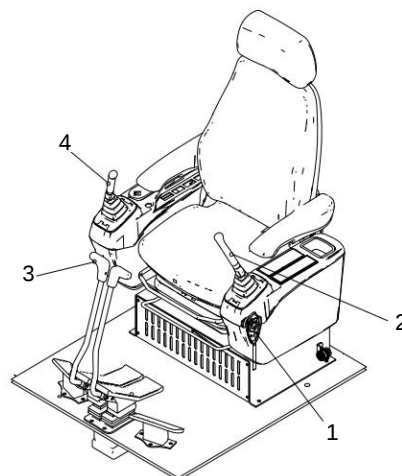
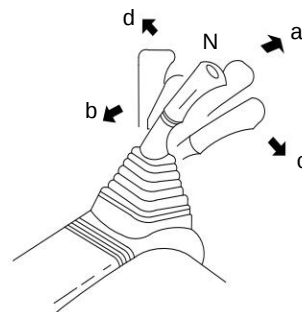

Figura 3-72
Figura 3-74
Alavanca do dispositivo de acionamento lateral esquerdo (2) Conforme Figura 3-72 e Figura 3-74, utilizada para acionamento da ação rotativa do braço e parte superior;